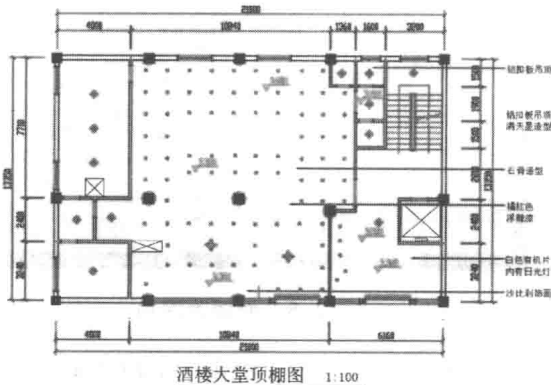

图 1-10 选择对象的亮显
2) 在创建和编辑对象时,视觉反馈已得到改善。当选择任意对象时,它的颜色将发生变化,并保持亮显,以清楚地将其标志为选择集的一部分,如图 1-10 所示。